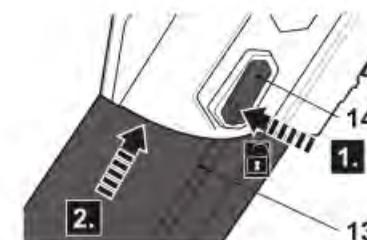

Fig. 3
- > Appuyez sur la partie avant du bouton de déverrouillage [14] (Fig. 3, étape 1) et repoussez le tube télescopique [13] à sa position de stockage (Fig. 3, étape 2).